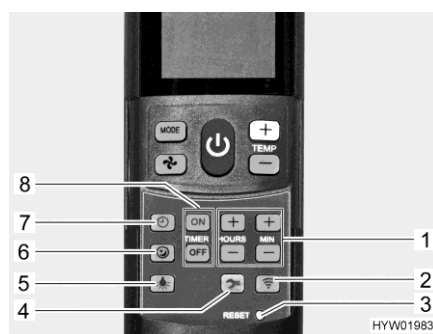

Bild 224 Fjärrstyrning med inställningsknappar (klimatanläggning)
- Tryck på knappen för tyst körning (Bild 224,6). I kyl drift går fläkten med ett lägre varvtal och blir då mycket tystare.
- Tryck på knappen för klocka (Bild 224,7).
- Ställ in timme och minuter med knapparna (Bild 224,1).
- Tryck ner knapp "ON" (Bild 224,8).
- Tryck på knapparna för tidsinställning (Bild 224,1) tills önskat tidsintervall fram till start nås.
- Tryck ner knapp "OFF" (Bild 224,8).
- Tryck på knapparna för tidsinställning (Bild 224,1) tills önskat tidsintervall fram till urkoppling nås.
- Tryck ned knappen "ON" eller "OFF" (Bild 224,8) en gång till.
- Slå på belysningen: ■ Tryck på knappen för belysning (Bild 224,5). Belysningen kopplas in med det senast använda dimningsnivån.
- Dimma belysningen: ■ Tryck in knappen för belysning (Bild 224,5) och håll den intryckt tills önskad ljusstyrka uppnås.
- Slå av belysningen: ■ Tryck på knappen för belysning (Bild 224,5).
- ▷ Setup knappen (Bild 224,4) har uppgiften att ansluta fjärrstyrningen med klimatanläggningen vid den första idrifttagningen.